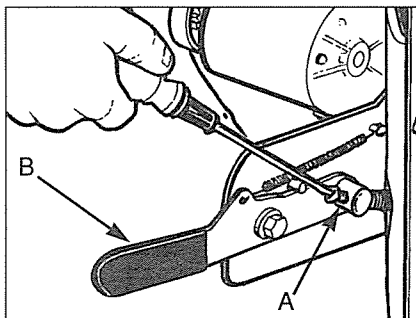

Figure 16. A—Boulon de réglage de tension de courroie. B—Lever d'embrayage.
Utiliser un lubrifiant universel pulvérisable deux fois par an (ou toutes les 10 heures d'utilisation) à trois endroits-clés: a) le levier d'embrayage; b) essieu et pièces de renfort de celui-ci près des roues; c) boulon de réglage de tension de courroie (Figure 16). Il est possible de remplacer le lubrifiant pulvérisable par de la graisse de haute qualité.
2. Le levier d'embrayage doit être **ABAISSÉ** en position "Engage" (Accouplement). Mesurer alors la distance entre le bas de la tête du boulon illustré sur la Figure 16 et la douille qu'il traverse. Elle est réglée entre 19 et 20,6 mm (3/4 et 13/16 po.) à l'usine. Au fur et à mesure que la courroie s'use (se détend), cette distance diminue. Si elle descend à moins de 6,35 mm (1/4 po.), tourner le boulon pour régler la distance à 9,5 mm (3/8 po.).